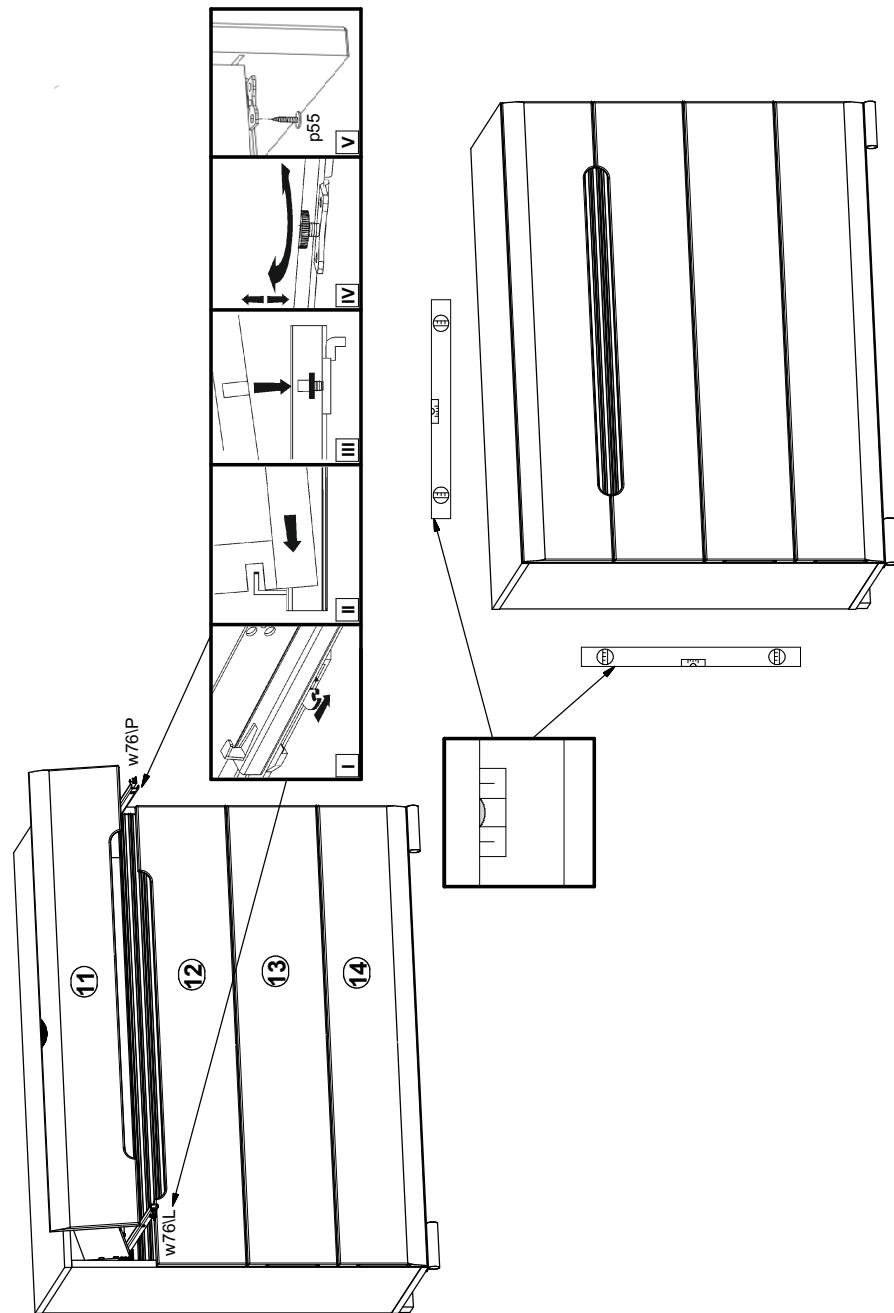

Рисунок 8
4.17 Установить ящики на направляющие w76l и w76lP. Закрепить ящики на направляющих при помощи шурупов p55 (см. рис. 8).